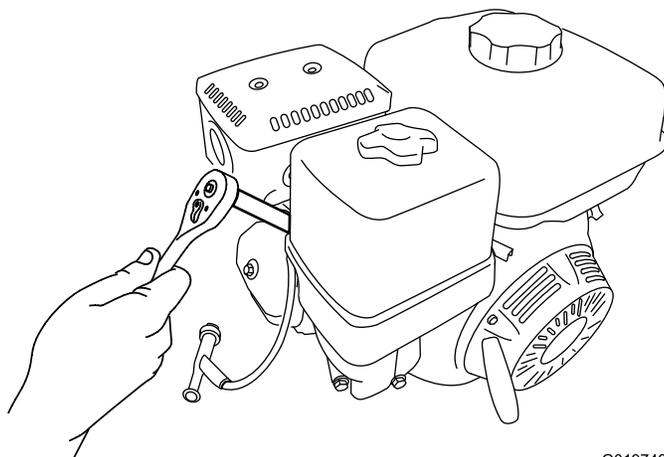

Figure 38
4. Avec une clé de 21 mm (13/16 po), tournez la bougie dans le sens antihoraire pour la déposer avec la rondelle d'étanchéité (Figure 38).
2. Avec une clé de 21 mm (13/16 po), tournez la bougie dans le sens horaire jusqu'à ce qu'elle soit en place ainsi que sa rondelle d'étanchéité (Figure 38).